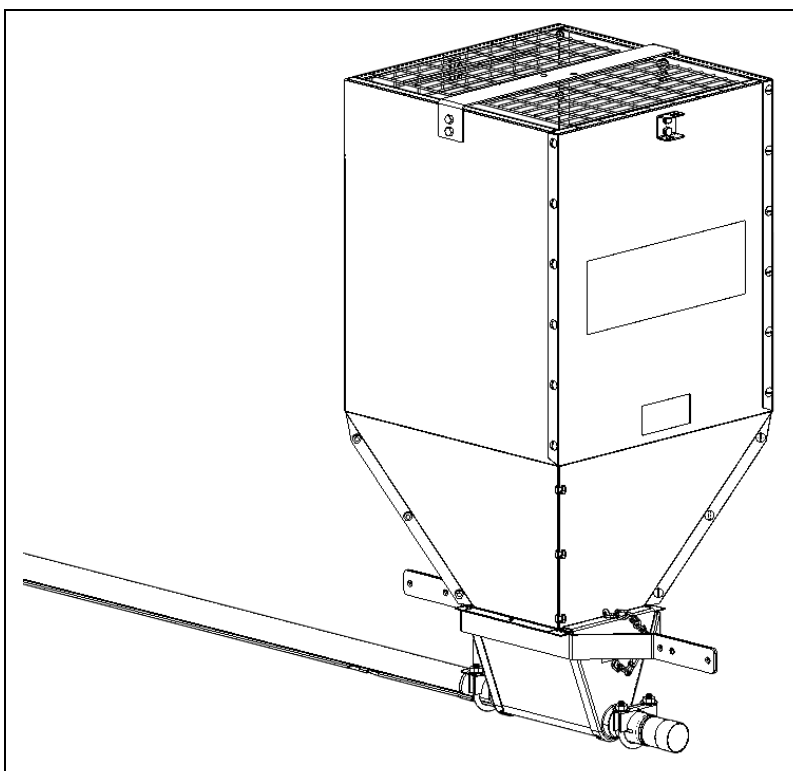

Рисунок 4AT
2. Переместите собранный бункер на верхнюю часть воронки и закрепите с помощью штифтов в сборе, прилагающихся к воронке в сборе. (см. рисунок 4AT.)
3. При работе с кормом, который может забиваться в бункере или воронке в сборе, предусмотрен шар мешалки. Шар мешалки просто находится на шнеке внутри воронки, как показано на Рисунок 4AU.